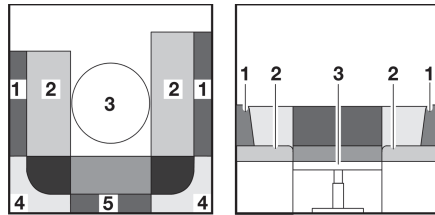

Fig. 69 Durante la transformación
- Extraer los cojines del respaldo (Fig. 69,1, 4 y 5).
- Colocar el cojín adicional (Fig. 70,6) entre los cojines del asiento (Fig. 70,2) sobre la mesa (Fig. 69,3).